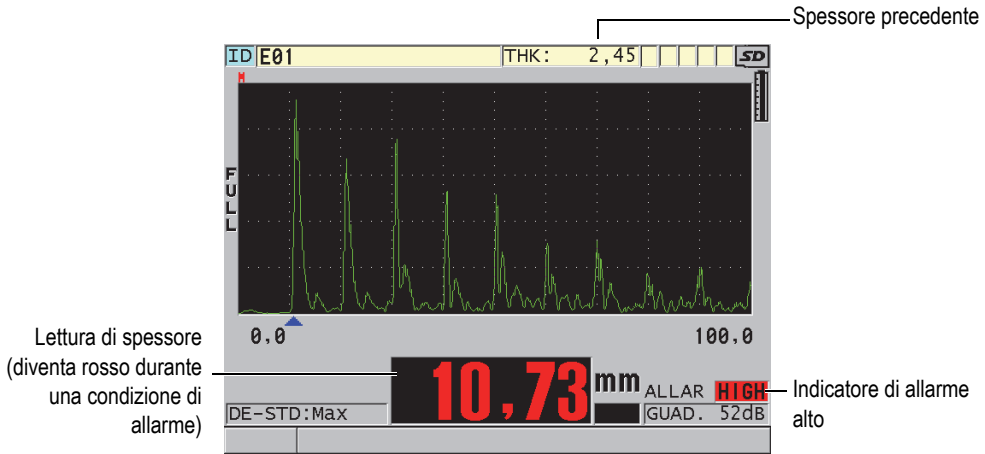

Figura 8-4 Esempio di un indicatore di allarme ALTO
- L'indicatore di allarme **ALTO** o **BASSO** lampeggia su un fondo rosso nell'angolo in basso a destra della schermata di misura (vedi Figura 8-4 a pagina 143).